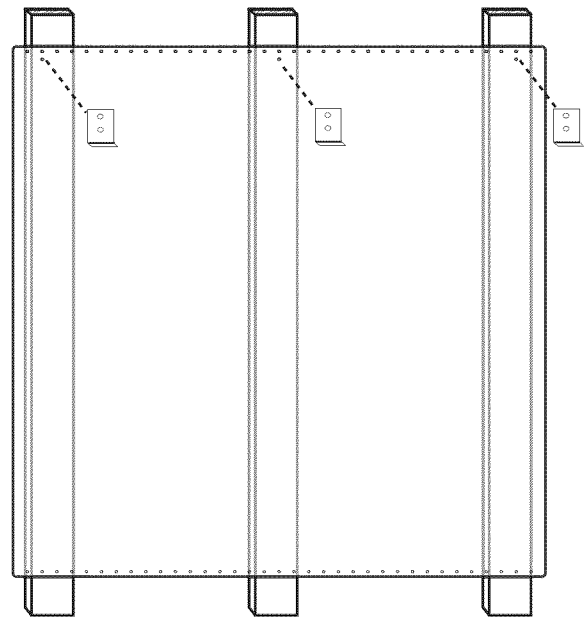

Figura 17: Consola trasera de protección con estante guarda-caliente
3. En el lugar indicado en la *Figura 17*, fije los soportes inferiores proporcionados con el estante guarda-caliente a través de la consola trasera de protección en los travesaños de pared.